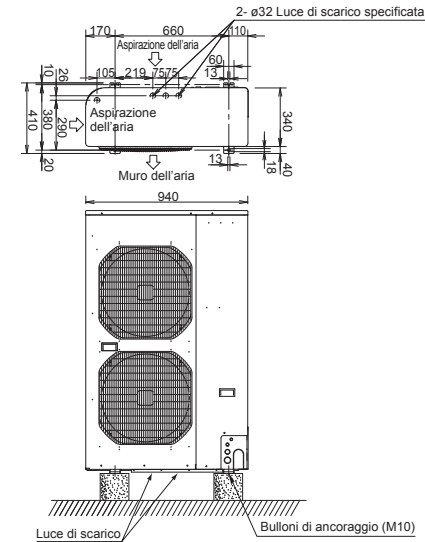

Fig. 4-1
- Consultare la Fig. 4-1 per le dimensioni del bullone di ancoraggio.
- Per le dimensioni della luce di scarico, consultare la Fig. 4-1.